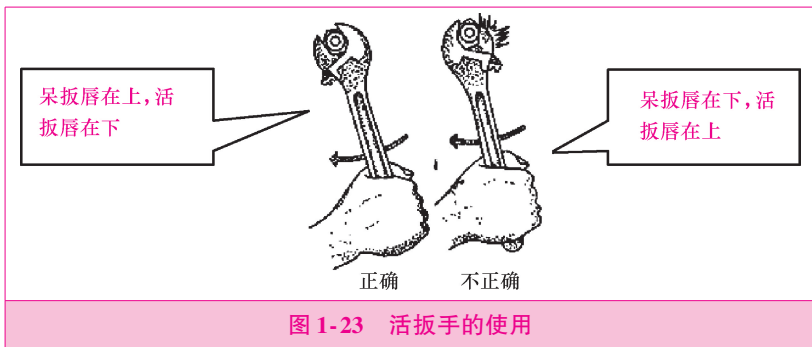

图 1-22 调节扳口的宽度
1) 旋动蜗轮可调节扳口大小，使用时应根据螺母的大小来调节扳口的宽度，如图 1-22 所示。